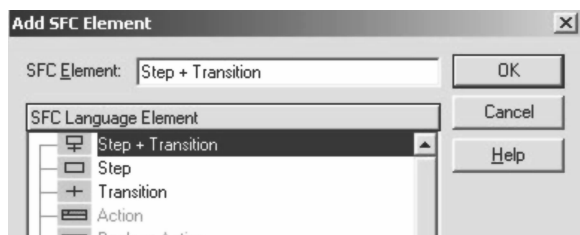

图 14-16 添加 SFC 元素对话框
38. 可以开始最后一个 Step/Transition 对了。按下键盘上的 Insert 键，选择“步骤 + 转换→确定”（Step + Transition→OK），如图 14-16 所示。